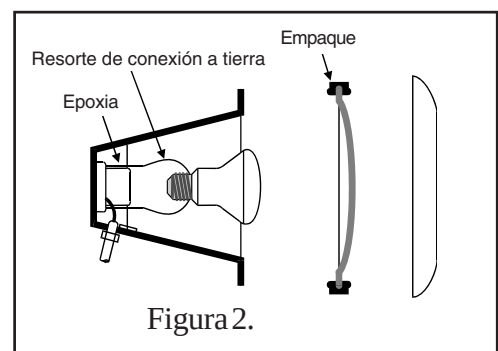

Figura 2.
4. Desarme el accesorio para lámpara y quite la bombilla (foco). Quite y deseche el viejo empaque (junta). (Vea la figura 2.)